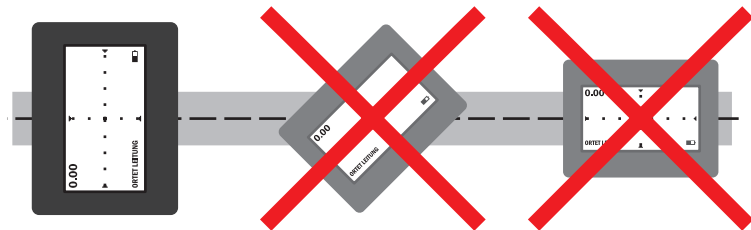

Abb. 38: Ortungsmethode **MAX PLUS (LEITUNG)** – Korrekt über der Leitung ausgerichteter Empfänger (links)
5. Für die Bestimmung der Tiefe muss der Empfänger korrekt ausgerichtet sein (Abb. 38). Drehen Sie den Empfänger so, dass das Display quer zur Leitung ausgerichtet ist. Überprüfen Sie die Ausrichtung auch, wenn die Anweisung **RICHTUNG AUS** nicht im Anweisungsfeld erscheint.